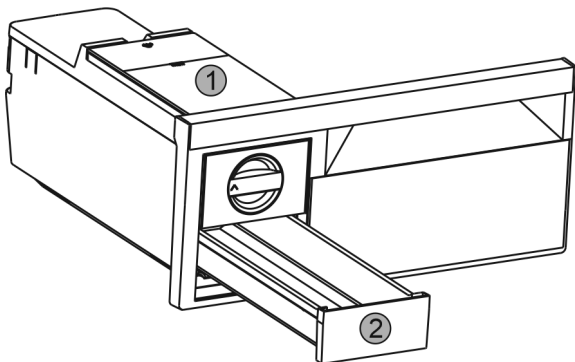

Fig. 58
- ▶ Извлечь бак для воды Fig. 58 (1) и выдвижной ящик для производства кубиков льда Fig. 58 (2).